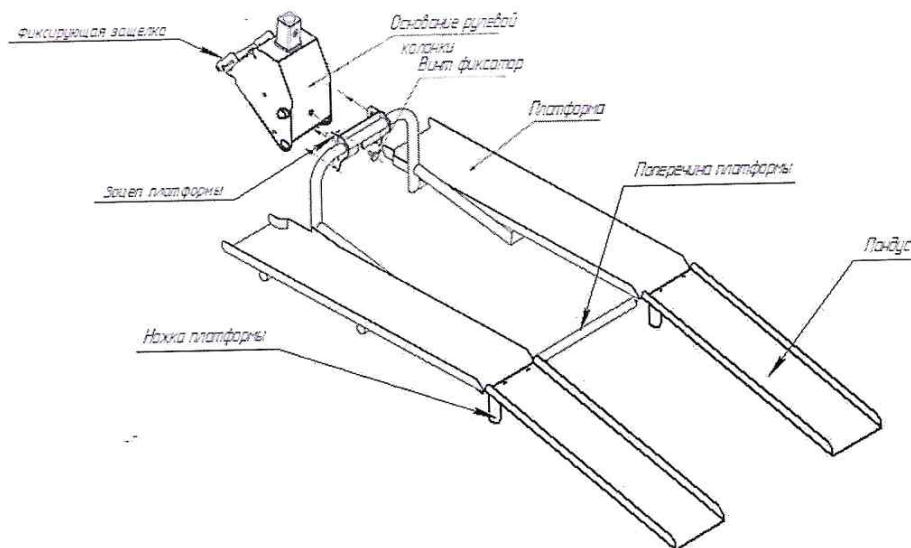

Рис.15. Монтаж платформы и съемного пандуса
С помощью зацепов платформы, установить платформу на основание рулевой колонки, после чего закрепить платформу к основанию рулевой колонки с помощью винта (Рис.15).
- с помощью зацепов платформы, установить платформу на основание рулевой колонки, после чего закрепить платформу к основанию рулевой колонки с помощью винта (Рис.15а);
- установить поочередно пандус в пазы платформы (Рис.15);
- чехол закрепить с помощью липких лент на поперечине и ножках платформы (рис.15б).